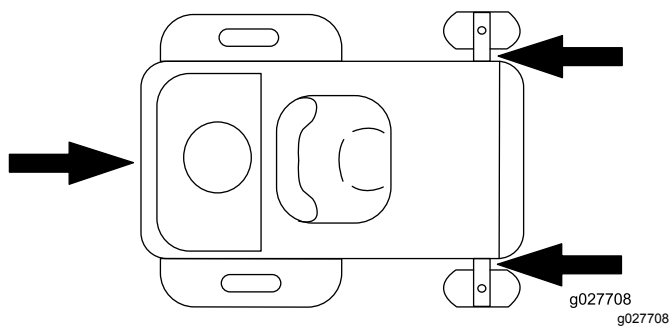

Figura 37
6. Prenda a máquina perto das rodas giratórias frontais e pára-choques traseiro com correias, correntes, cabos ou cordas (Figura 37). Consulte as diretrizes locais relativas a requisitos de dispositivos de fixação.